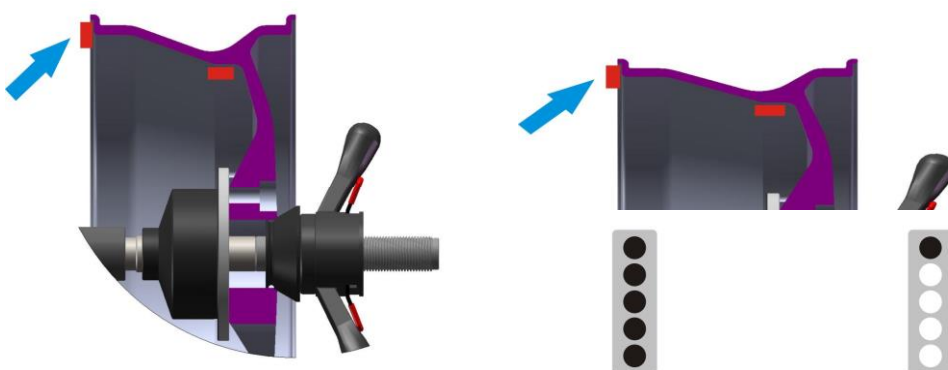

Fig. 7
- Rör hjulet långsamt moturs, alla led-dioder på vänster display lyser när rätt vinkelläge är för montage av balansvikter på insidan (klockan 12 eller klockan 09), som **Fig. 7**